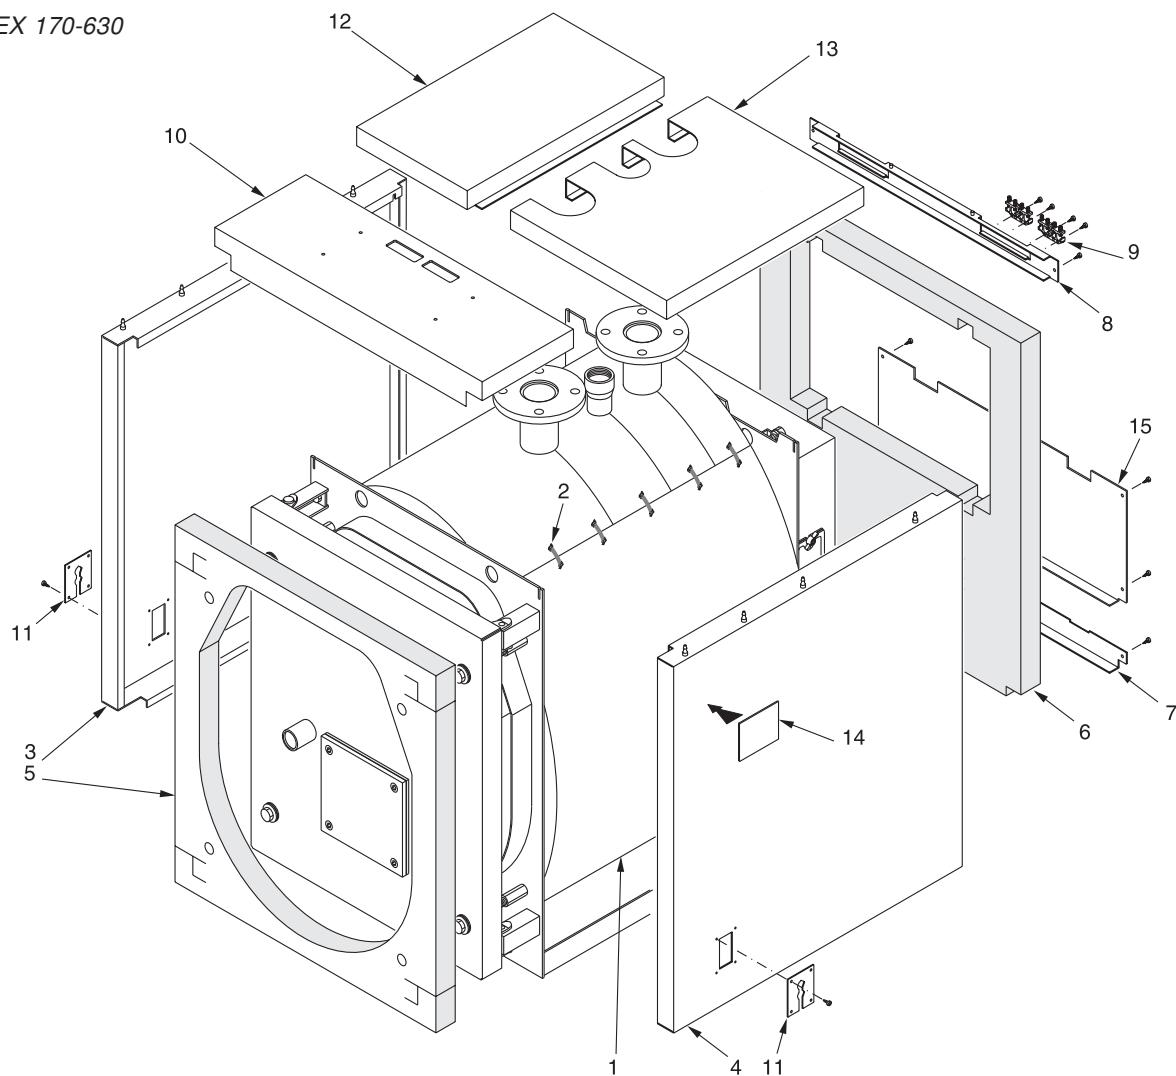

рис. 23
**N.B.** Для моделей котла от **ELL 170 до ELL 510** (см. рис. 23), обшивка и изоляция находятся в одной упаковке с маркировкой:
**N.B.** Для модели **ELL 630** (см. рис. 23) и для моделей от **ELL 760 до ELL 2200** (см. рис. 25 и 26), обшивка и изоляция находятся в трех упаковках маркированных:
## Последовательность монтажа (см. рис. 23)